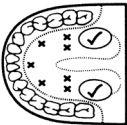

Figure 2
- a) **Utilisation orale :** Placez le thermomètre sous la langue comme l'indique la position ✓ de la figure 2. Fermez la bouche et respirez régulièrement par le nez pour éviter que la mesure ne soit influencée par l'air inhalé/exhalé.